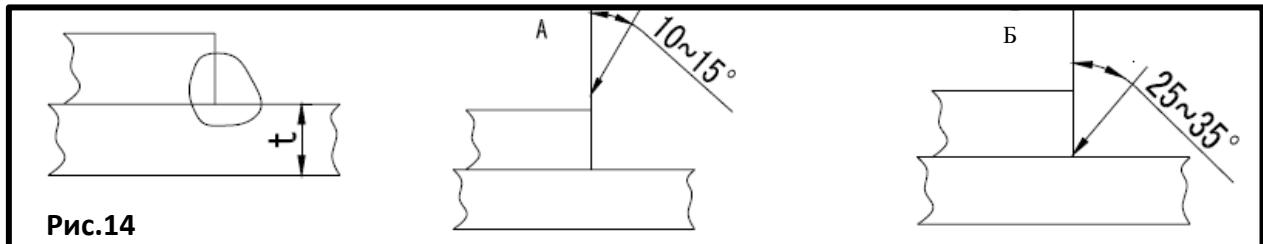

Рис.14
6.4. Параметры для сварки внахлест (Рис.14).